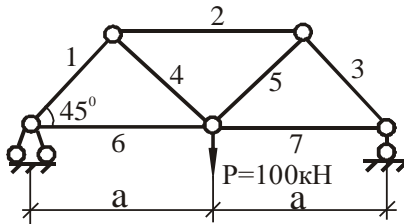

Рис. 13
6. Стержни фермы (рис. 13) составлены из двух уголков (в тавр), материал стержней сталь $[\sigma_p] = 160 \text{ МПа}$, $[\sigma_c] = 100 \text{ МПа}$. Стержень 4 состоит из уголков, номера которых: